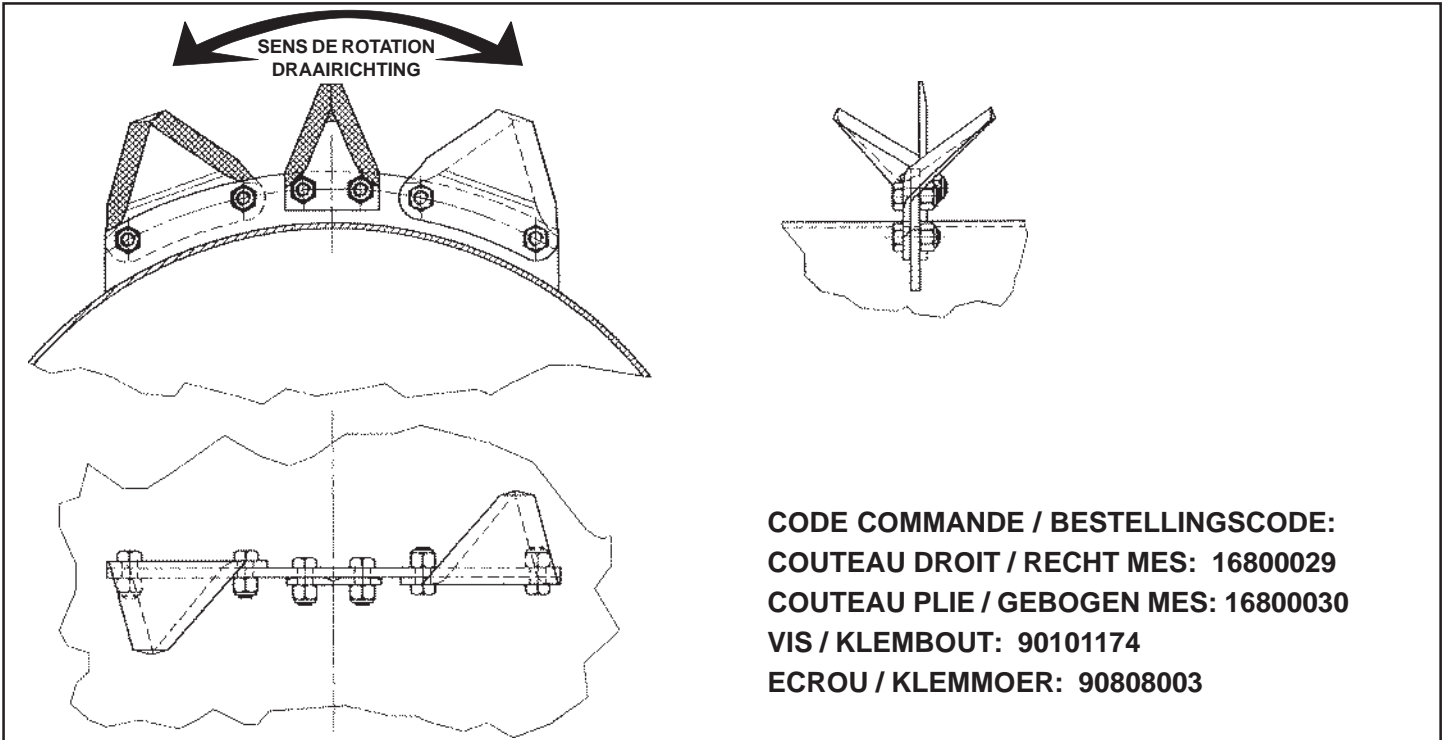

FIG. 11
- 3) Effectuer le remplacement des copeaux (**Fig. 11**).
- 3) De messen vervangen (**Fig. 11**).